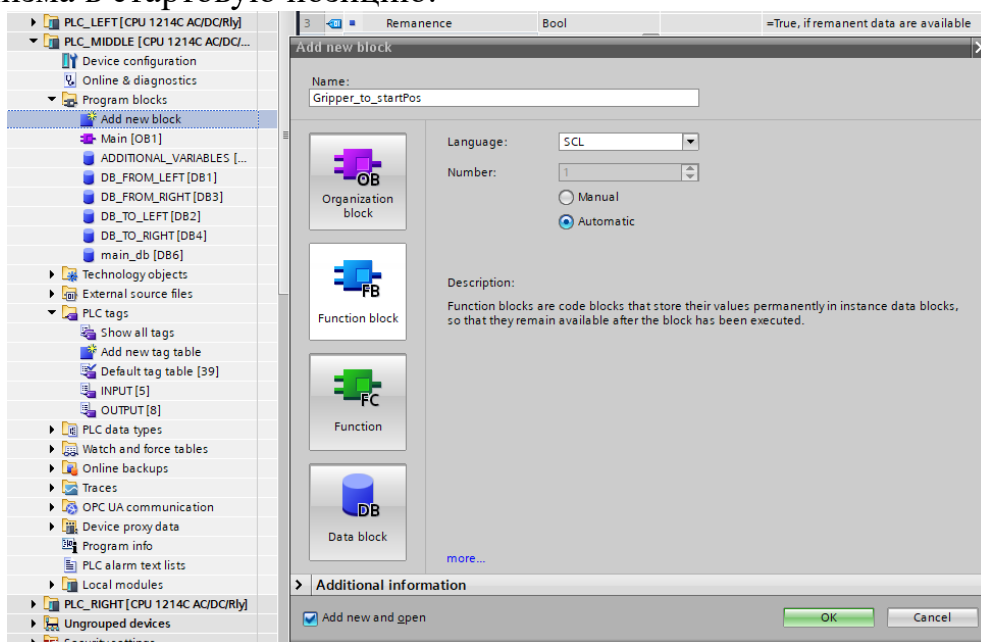

Рис. 2.1 – Создание функционального блока Gripper_to_startPos
4. Создать новый функциональный блок на языке SCL. Присвоить ему имя **Gripper_to_startPos** (рис. 2.1). Данный блок будет содержать логику возврата механизма в стартовую позицию.